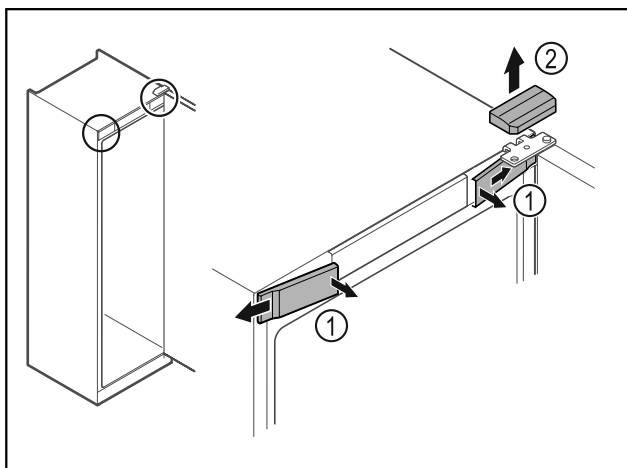

Fig. 8*
- ▶ Vordere Abdeckungen Fig. 8 (1) innen ausrasten und zur Seite abnehmen.*
- ▶ Obere Abdeckung Fig. 8 (2) nach oben abnehmen.*